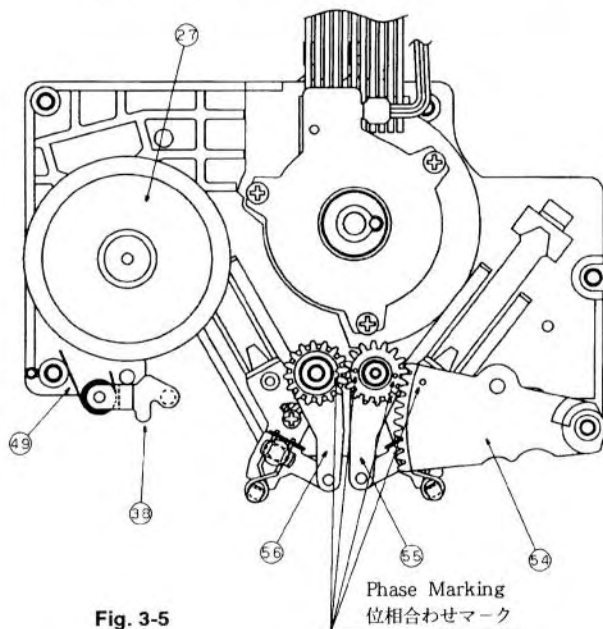

Fig. 3-5
- 1) ③c ワッシャを外し、⑮⑦ Loading Lever Blockを外す。
- See that the phases of the Gear Arm, L1 (IN) Arm, and L1 (OUT) Arm are matched with each other, as shown in Fig. 3-5.
- 1) (7)ネジ 6本を外し、ベース・メカ・ユニットを逆さにして、(27) Rotor Blockを下に押しながら、(30) Cylinder Assyを外す。
- 2) Cylinder Assyから(54) Gear Arm, (55) L1 (IN) Arm, (56) L1 (OUT) Arm, (38) TG-R, (49) TG-R Springの順に外す。
- 4) (8)ネジ 2本を外し(14) Loading Link Block, (24) INC (IN) Base, (15) Loading Link Block, (25) INC Base BlockをCylinder Assyより外す。
- Gear Arm, L1 (IN) Arm, L1 (OUT) Armの位相はFig. 3-5を参照。